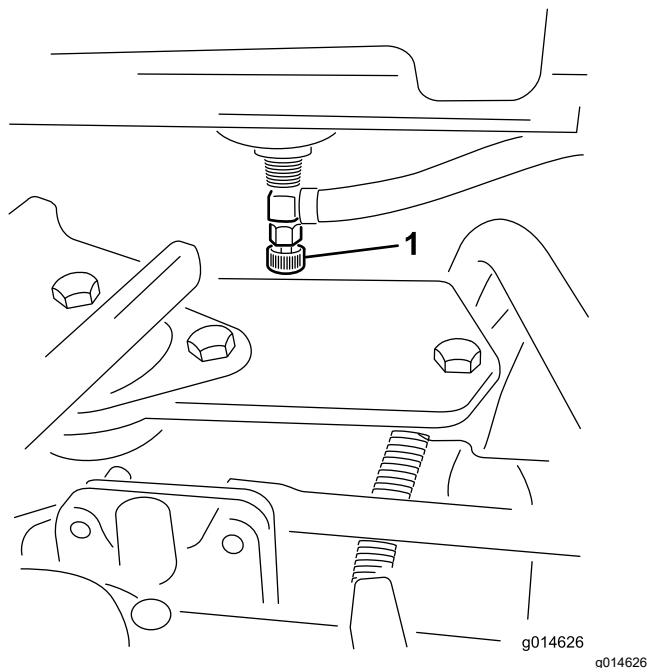

Figura 32
1. Chiudete la valvola di intercettazione del carburante (Figura 32) sotto il serbatoio del carburante.